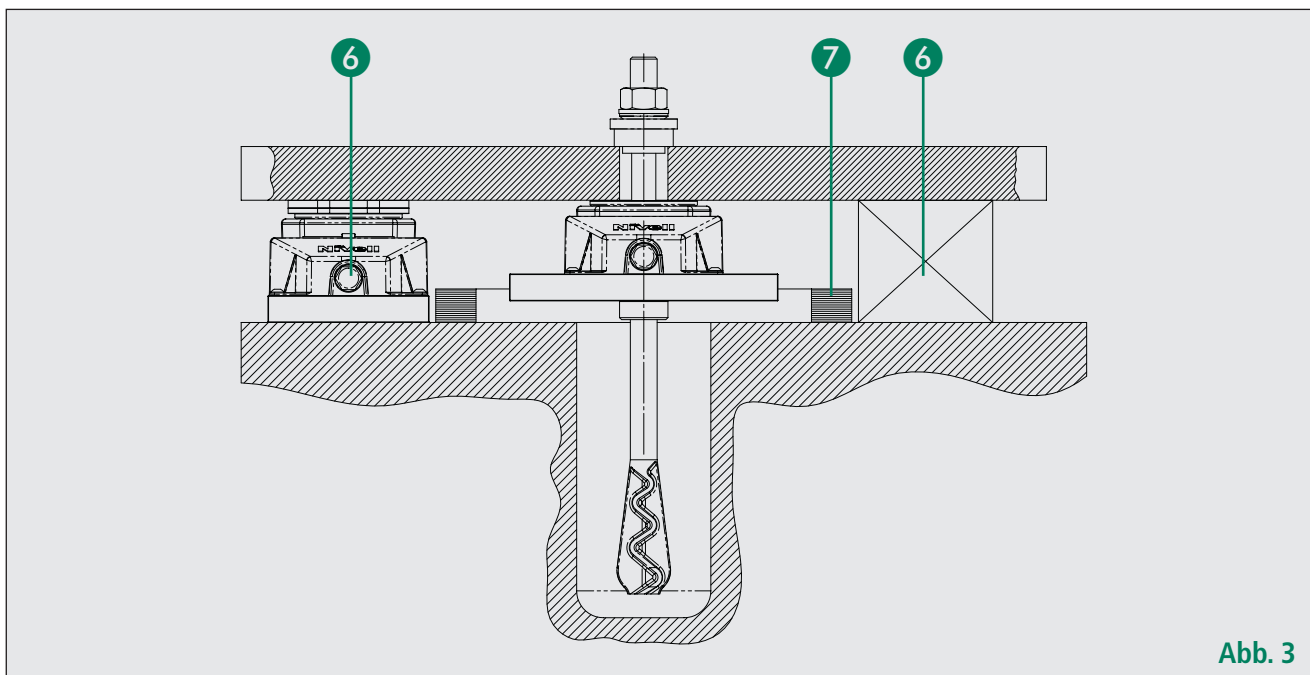

Abb. 3
- Vergussrahmen bereitstellen (Abb. 3 / Pos. 7).
- Hilfskeile DK (Abb.3/Pos.6), Holzklötze oder andere Behelfsunterstützungen (Abb.3/Pos.6).
- Vergussrahmen positionieren (Abb.3/Pos.7)
- Maschine absenken und auf Hilfskeile oder andere Behelfsklötze (Abb.3/Pos.6) auflagern und horizontal ausrichten. Vertikal auf $\pm 0,5\text{mm}$ vorrichten
- Schwerlastanker DK mit Verguss- oder Zementmörtel untergiessen. Dabei ist darauf zu achten, dass der Mörtel nicht über die Grundplatte des Schwerlastankers hochsteigt. Nach Abbinden des Mörtels – bei Vergussmörtel ca. 3 Tage und bei Zement-Mörtel ca. 20 Tage (bitte Hersteller-Angaben beachten) – können der Vergussrahmen (Abb.3/Pos.7) und die Hilfskeile bzw. Hilfsklötze (Abb.3/Pos.6) entfernt werden. Die Hilfskeile runternivellieren und entfernen. Die Hilfsklötze durch leichtes Anheben der Maschine mit dem Schwerlastanker DK entfernen.